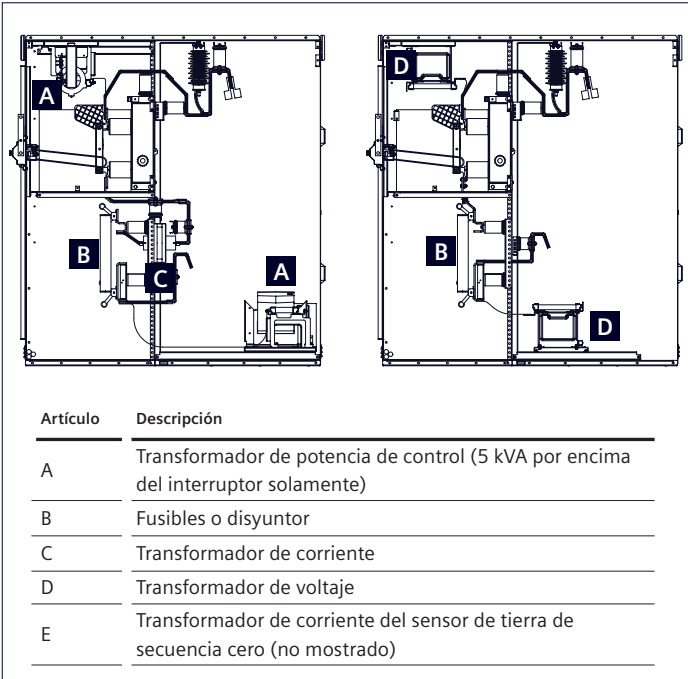

Figura 27: Configuraciones típicas de VT, CPT y CT
- Uno, dos o tres VT con fusibles primarios pueden estar ubicados en una sección como se muestra en la Figura 27: Configuraciones típicas de VT, CPT y CT.
- Como se muestra en la Figura 27: Configuraciones típicas de VT, CPT y CT; se puede montar una monofásica CPT clasificada 5 kVA sobre el interruptor. Todos los CPT clasificados mayores de 5 kVA se montarán en el compartimento posterior. Todos los CPT provistos con los fusibles primarios asociados.
- Se puede montar hasta un CT (precisión estándar) alrededor de cada tubo aislador primario en el lado de la línea o en el lado de carga de los fusibles primarios o disyuntor, como se muestra en la Figura 27: Configuraciones típicas de VT, CPT y CT. Esto permite suministrar hasta dos CT por fase en una sección de conmutación SIEBREAK.